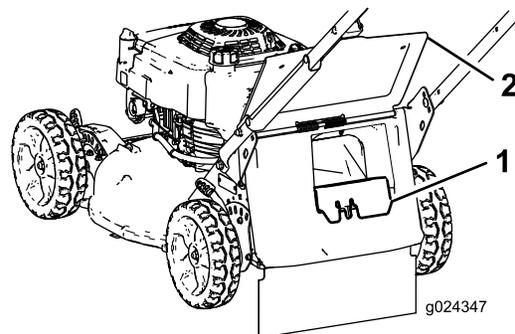

Рисунок 18
- Если задняя выпускная заглушка не установлена, возьмите ее за рукоятку, поднимите заднюю дверцу и вставьте заглушку в желоб заднего выброса до щелчка фиксатора (Рисунок 18).
3. Снимите заднюю выпускную заглушку, нажав на фиксатор большим пальцем и вытянув заглушку из машины (Рисунок 18).